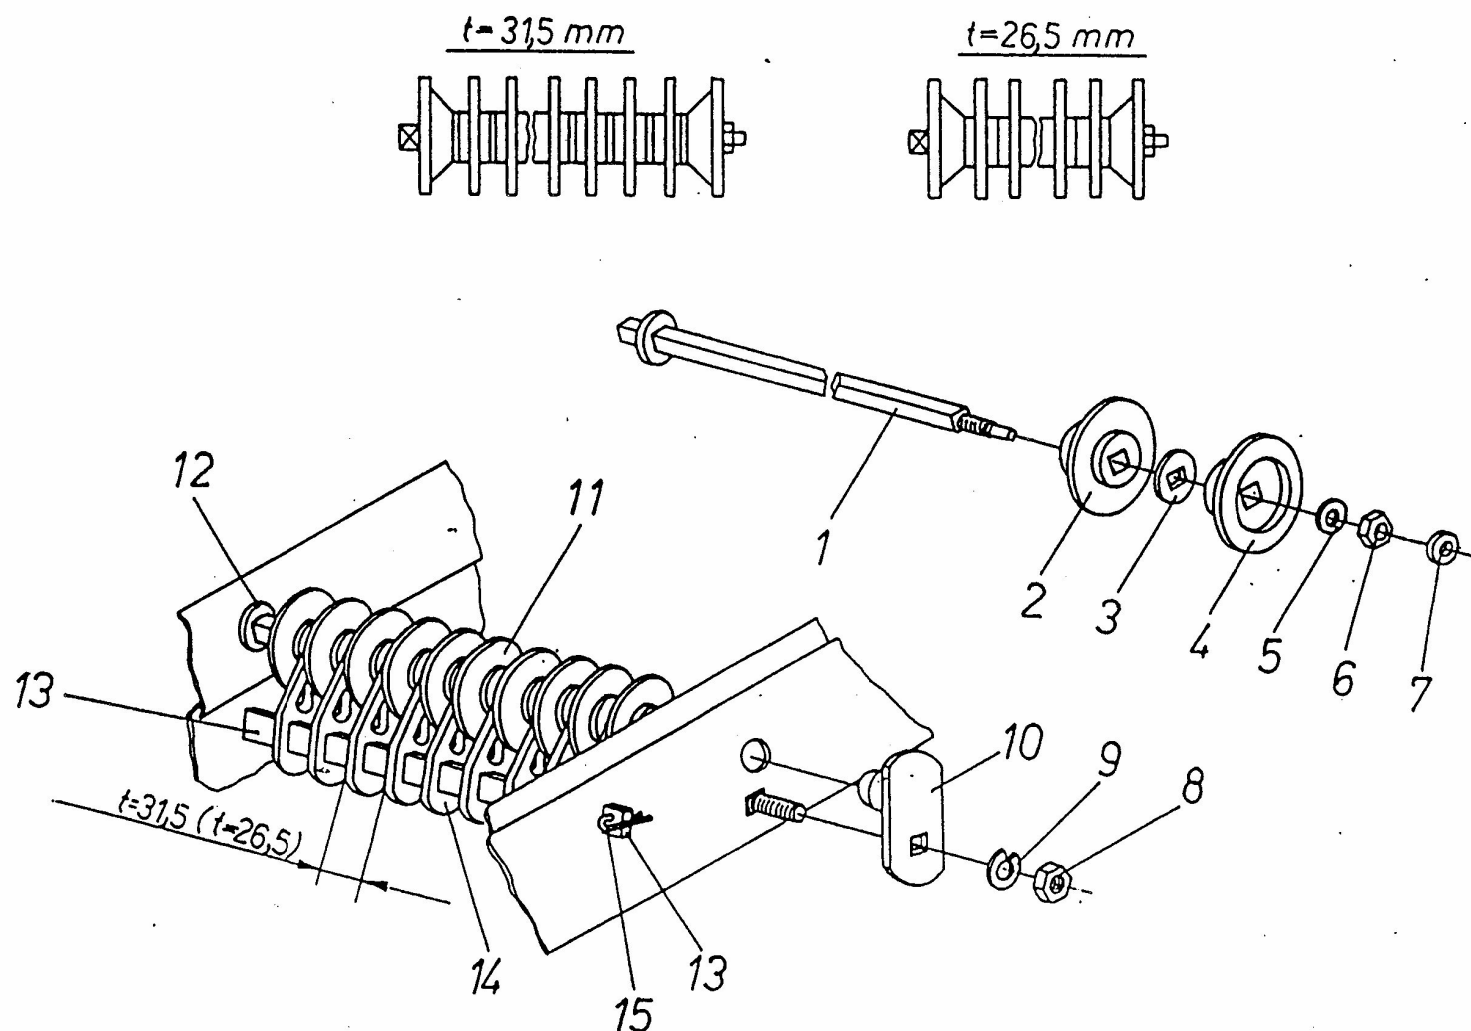

Рис. 31. Тарельчатый бурат.
- выкрути гайку 8 (рис. 31), сними шайбу 9 и фланцевый корпус 10,